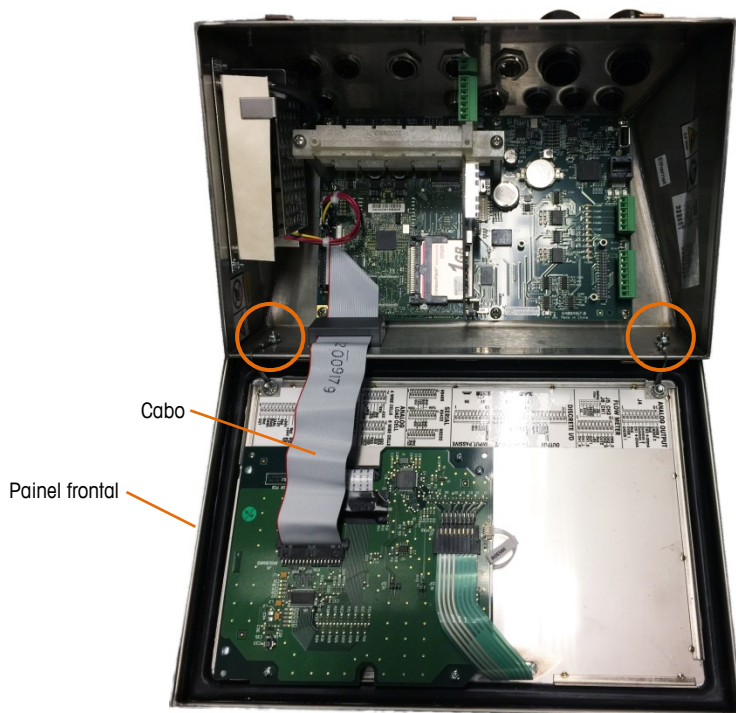

Figura 2-9: Gabinete para ambientes adversos aberto, com painel frontal na orientação original
3. Solte e retire as duas porcas que fixam os dois cabos de metais que articulam a tampa frontal do gabinete posterior. Estes são destacados com um círculo na Figura 2-9.